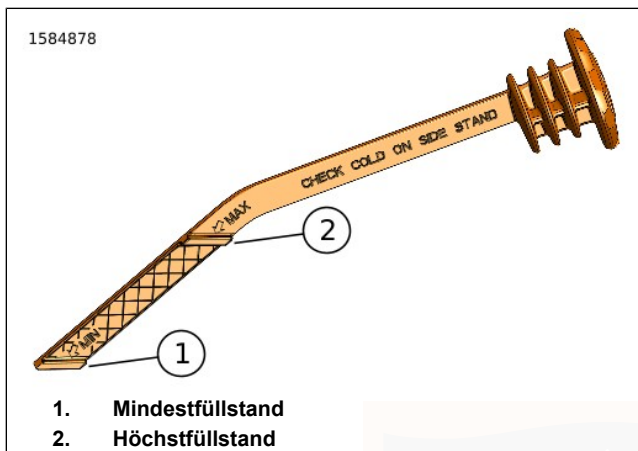

Abbildung 71. Kühlmittel-Einfüllverschlussstopfen/Messstab
4. Siehe Abbildung 71. Überprüfen, dass der Kühlmittelstand an der „MAX“-Linie (2) liegt.